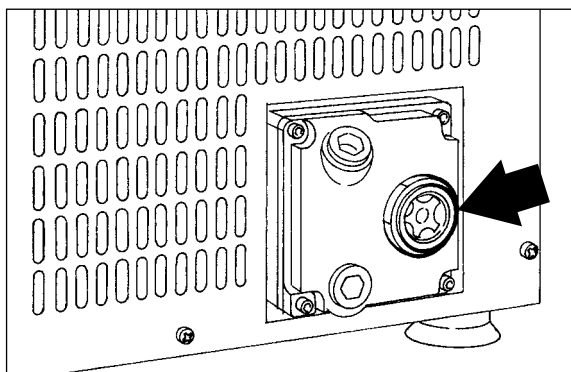

Fig. 1
- Controlar el correcto nivel del aceite de la bomba, visible en la mirilla testigo de la bomba misma (**Fig. 1**).